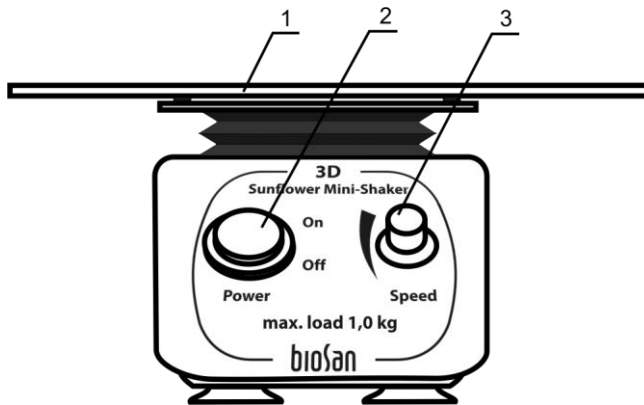

Abb. 1 Steuerung
- 4.2. Stellen Sie die Proben auf die Plattform des Geräts Abb. 1/1).
- 4.3. Schalten Sie den Netzschalter (**Power**) auf **ON** (Ein) (Abb. 1/2).
- 4.4. Stellen Sie mit dem Geschwindigkeitsregler (Abb. 1/3) die gewünschte Schüttelgeschwindigkeit ein.